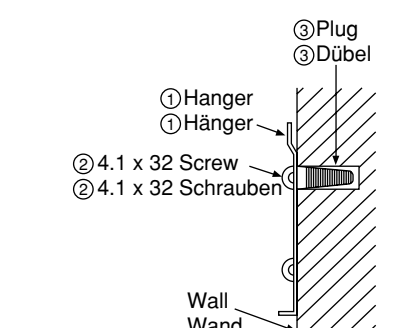

Fig. 3-2 Abb. 3-2
- Insert the plugs no. ③. (Fig. 3-2)
- Die Dübel einsetzen nr. ③. (Abb. 3-2)